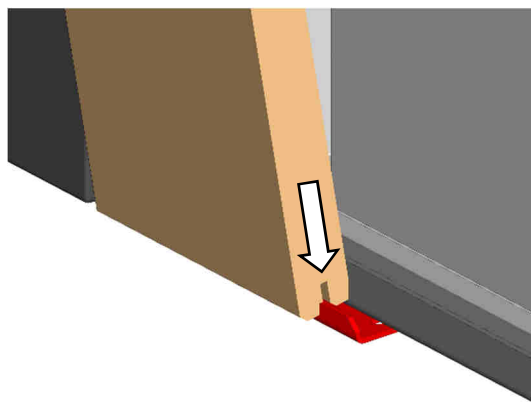
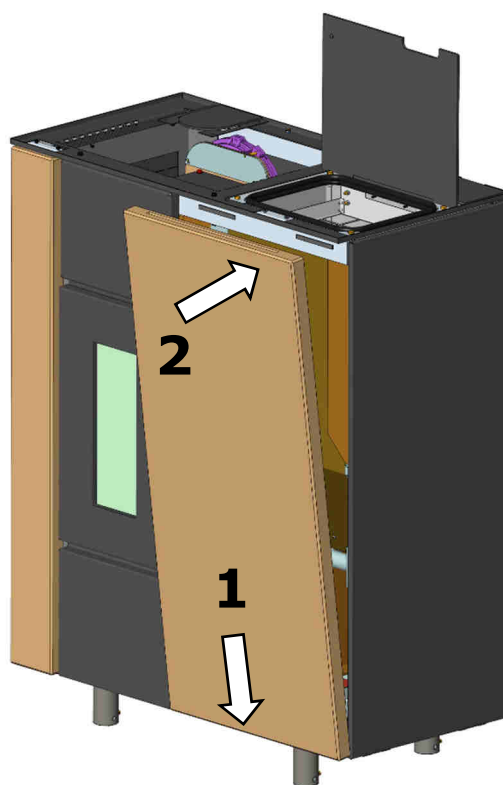

Fig. 28 : insérer l'habillage avant
Fig. 29 : positionner le panneau avant
6. Placer le panneau avant sur les fixation du bas. Veiller à ce que les arêtes verticales des supports soient insérées dans la rainure du panneau avant (Fig. 28). Basculer le panneau avant en direction du corps de base (Fig. 29).